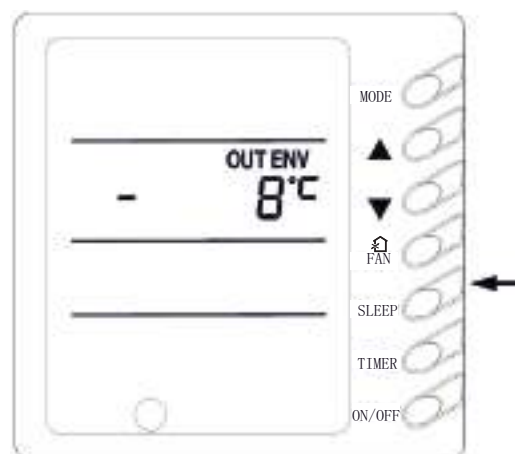

Рис. 3.16
9. Отображение температуры в помещении (Рис. 3.16)